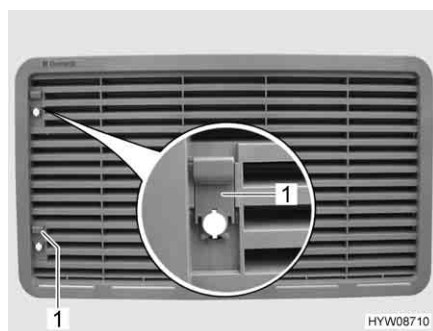

Fig. 181 Griglia di aerazione del frigorifero
- Spingere il cursore (Fig. 181,1) verso l'alto.